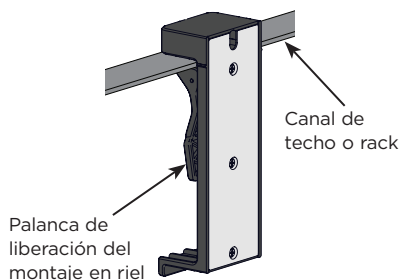

Figura 11
2. Para instalar el montaje en riel en canales de techo, racks, etc., apriete la palanca de liberación del montaje en riel para abrir el clip de riel. Deslice el conjunto de montaje en riel en el canal y suelte la palanca. (Figura 11)